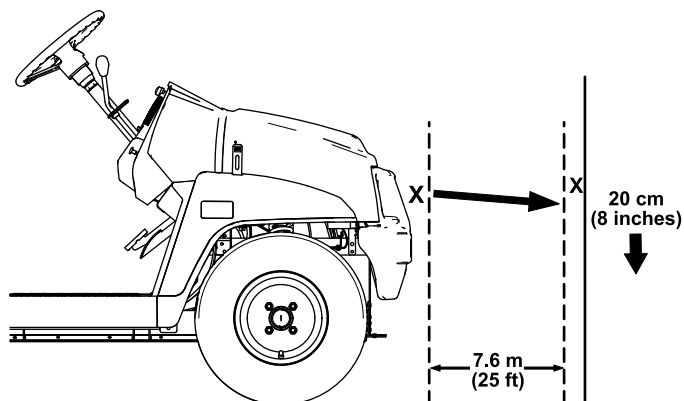

Figure 55
- Garez la machine sur une surface plane et horizontale avec les phares à environ 7,6 m (25 pi) devant un mur (Figure 55).
La partie la plus brillante du faisceau doit se trouver 20 cm (8 po) en dessous du repère que vous avez fait sur le mur (Figure 55).